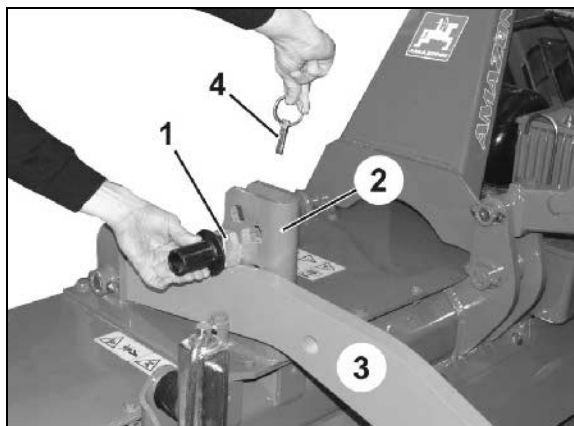

Рис. 28
1. Немного приподнимите почвообрабатывающий агрегат с помощью 3-точечной гидравлики трактора, пока его кронштейны (Рис. 28/3) не откроют доступ к отверстиям в балке (Рис. 28/2) для установки пальцев регулировки глубины (Рис. 28/1).
3. Снимите пружинный фиксатор (Рис. 28/4).